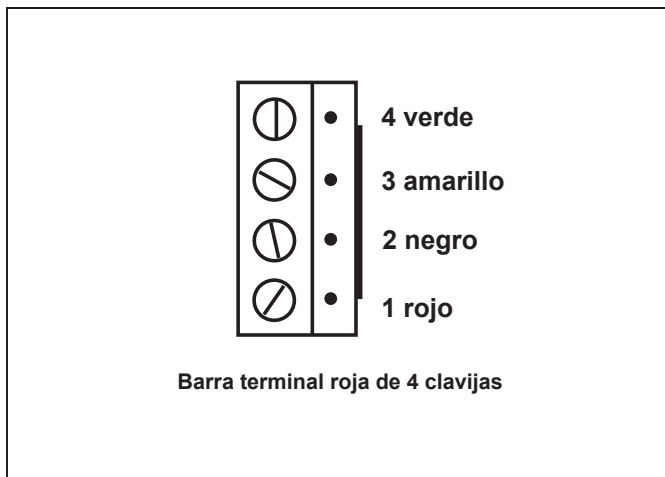

Figura 5. Cableado RS-485
2. Conecte cuatro (4) cables separados a cada terminal (Figura 5).